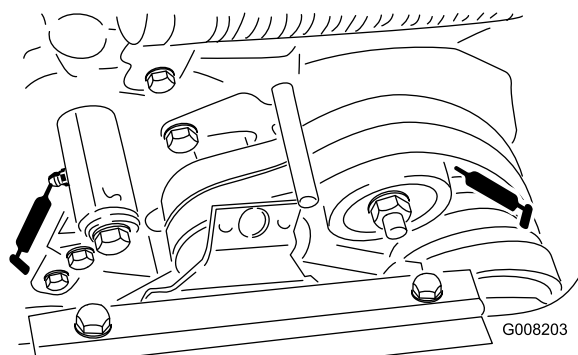

図 19
- ・ ベルト・アイドラのピボット (2ヶ所) (図 19)。